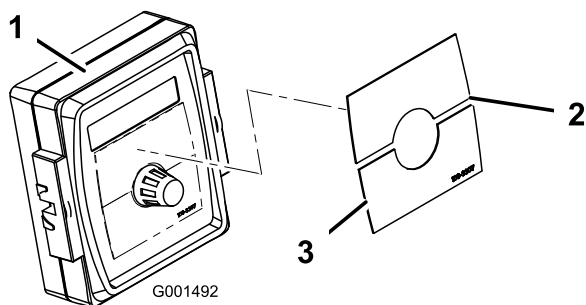

Figura 24
4. Applicate l'adesivo Spray Pro sul monitor (Figura 24).